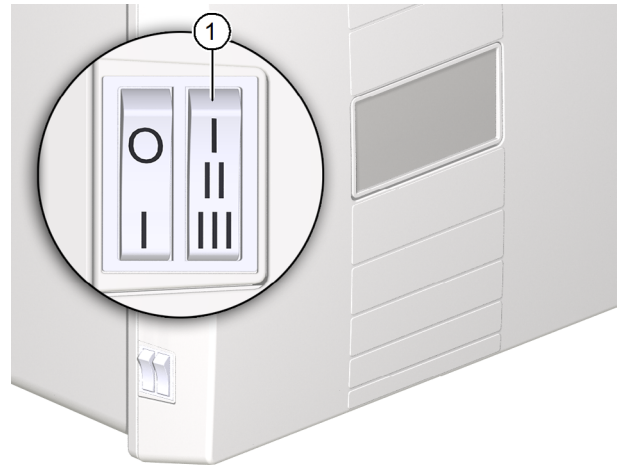

Abb. 21: Filterwechselanzeige zurücksetzen
- ▶ Wählen Sie innerhalb von drei Sekunden am Stufenschalter (siehe Pos. 1 in Abb. 21) nacheinander die Lüftungsstufen I-II-III-II-I.
- ▶ Wählen Sie, während das Gerät piept, erneut innerhalb von drei Sekunden am Stufenschalter (siehe Pos. 1 in Abb. 21) nacheinander die Lüftungsstufen I-II-III-II-I.